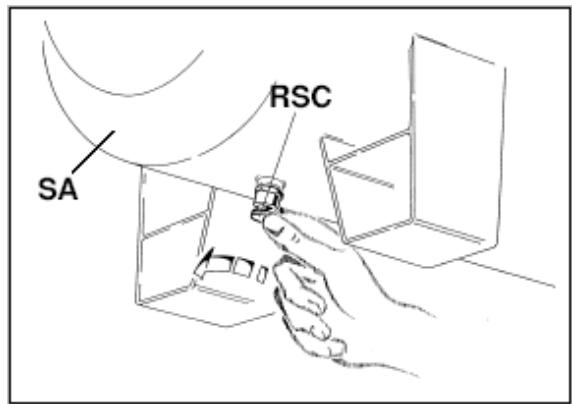

рис.20.
- Открыть клапан слива конденсата RSC (рис.20), при необходимости используя плоскогубцы.